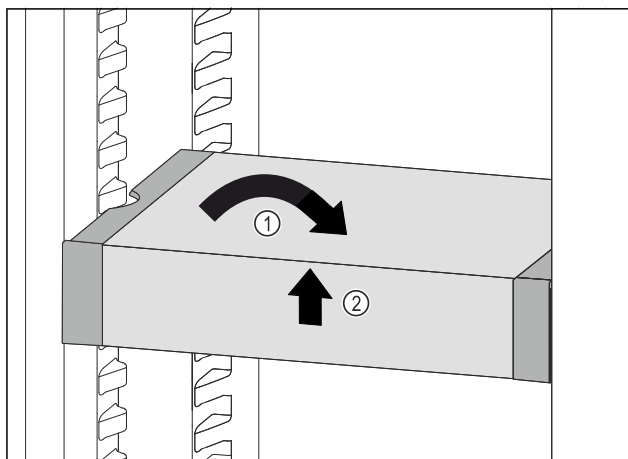

Fig. 53
- ▶ VarioSafe ustawić prosto. Fig. 53 (1)
- ▶ VarioSafe unieść z przodu. Fig. 53 (2)